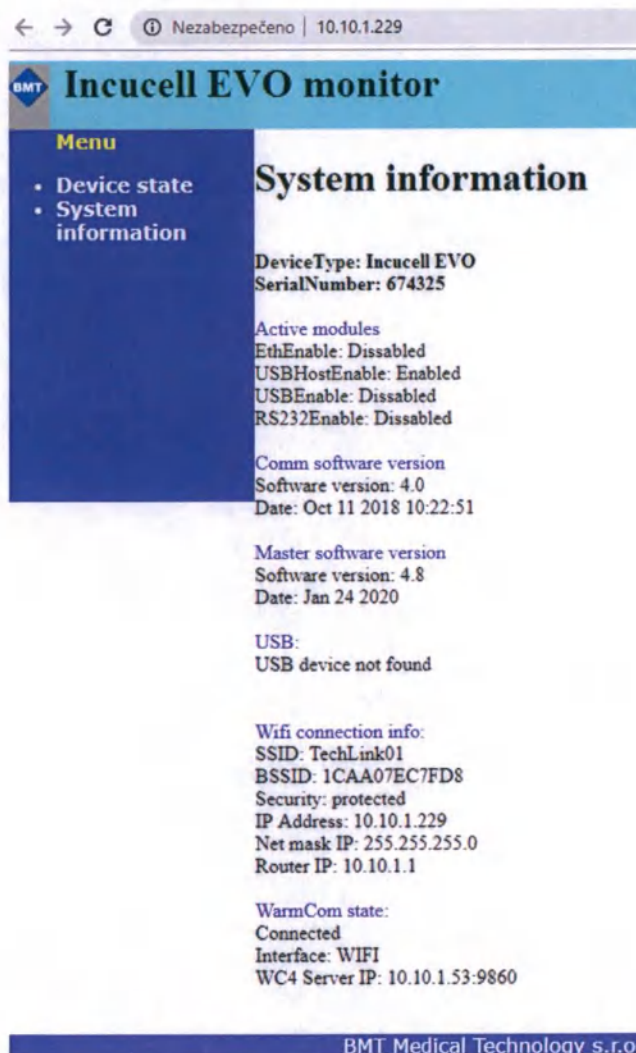

рис. 34
6. Системная информация отобразится при нажатии на кнопку «System information». См. рис. 34.